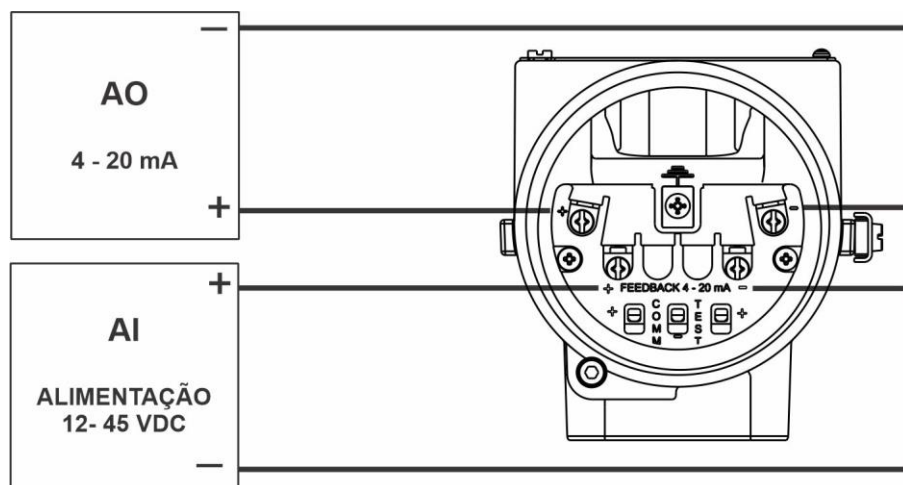

Figura 1.24 – Conexões de Feedback
2. Conecte o fio positivo do cartão de entrada do sistema de controle ao terminal FEEDBACK +. Conecte o fio negativo do cartão de entrada do sistema de controle ao terminal FEEDBACK -. Veja Figura 1.24.